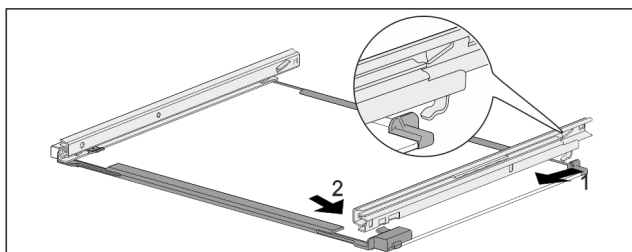

Fig. 236 Staklena ploča s vodilicama
- Zakvačite vodilicu sa stražnje strane. Fig. 236 (1)
- Uglavite vodilicu s prednje strane. Fig. 236 (2)